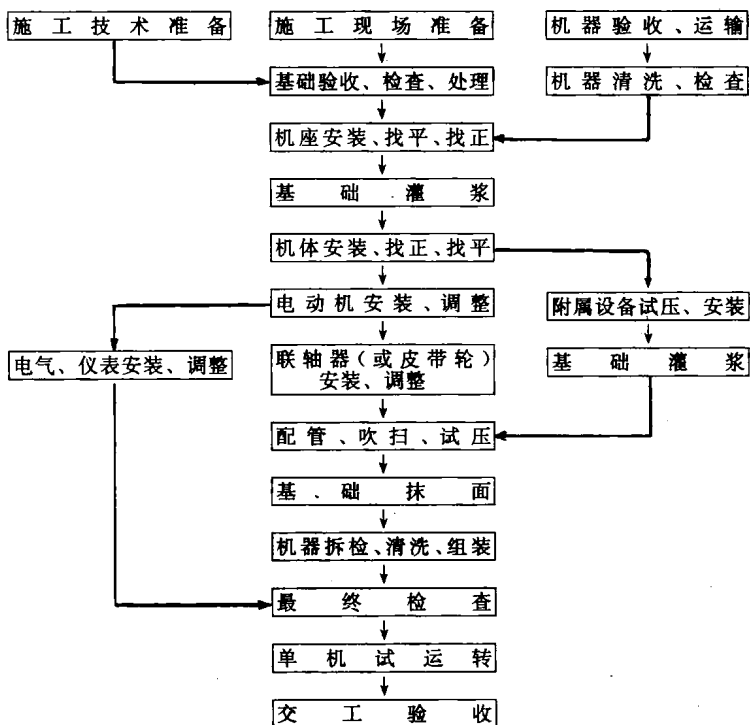
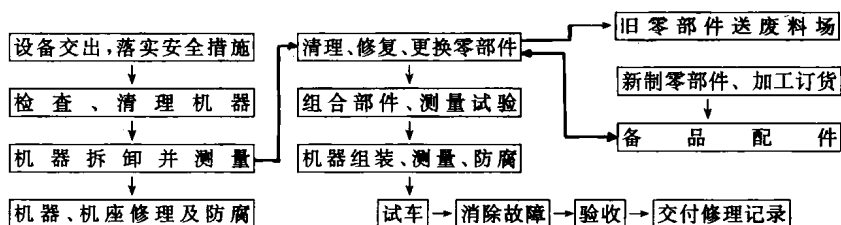

图 1-3 机器安装工艺程序图
图 1-4 机器的修理工艺程序示意图
2. 化工机器的安装、修理工艺程序见图 1-3 和图 1-4 所示。